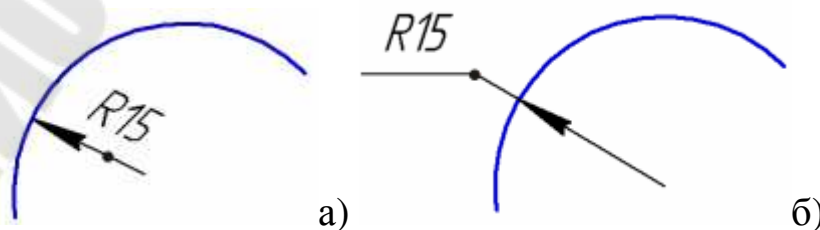

Рисунок 2.10 - Радиальный размер: а) с автоматически размещенной надписью; б) с надписью на полке
- Если выбрано автоматическое, фиксированное или ручное размещение размерной надписи, то указанная точка также определяет ее положение (рис. 2.10 а).
- Если выбрано размещение размерной надписи на полке, то точка определяет положение размерной линии и начало полки (рис. 2.10 б).